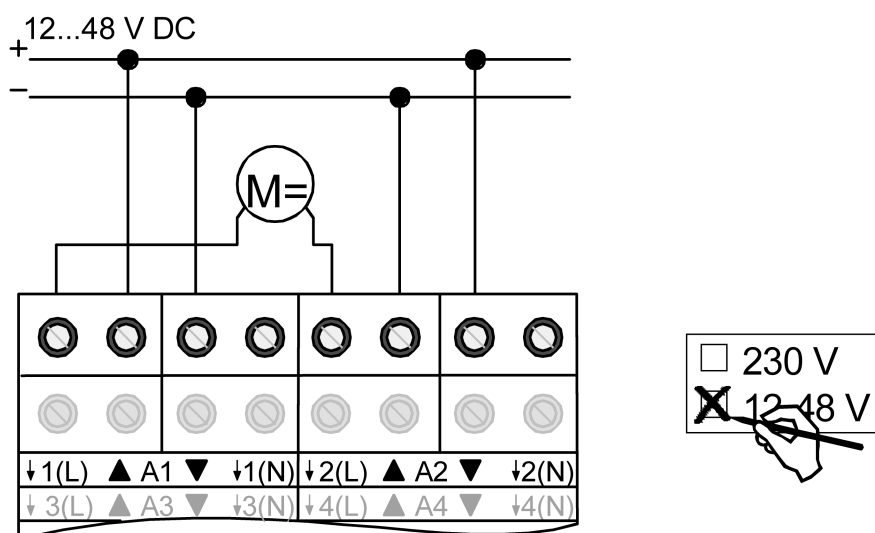

Figure 7: Raccordement électrique pour moteurs d'entraînement de 12 à 48 V
- Raccorder les moteurs d'entraînement conformément à l'exemple de raccordement (figure 7).